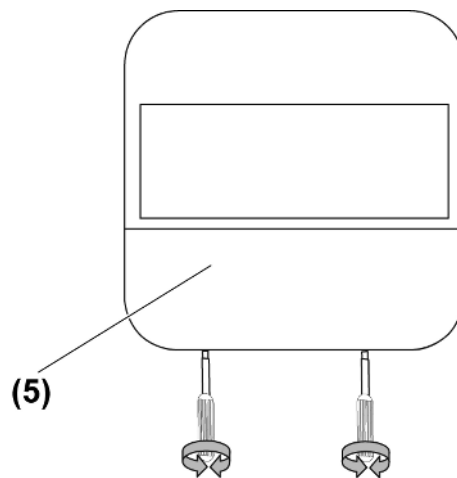

Bild 5: Demontage Schalter Serie CD/LS
- Schalter (5) abnehmen (siehe Bild 5).